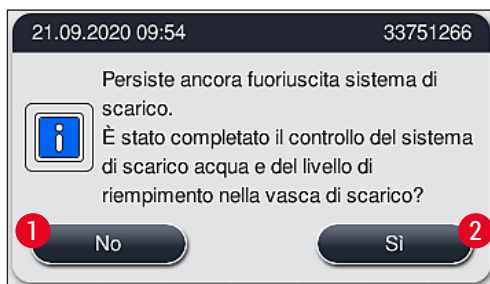

Fig. 124
2. Se, dopo 5 minuti e dopo che sono stati eseguiti ulteriori tentativi di pulizia, l'ostruzione persiste, un messaggio (→ "Fig. 124") sul display informa l'utente che il livello dell'acqua è ancora troppo alto. Se l'utente preme **No** (→ "Fig. 124-1"), può estendere il tempo di attesa di altri 5 minuti, per eseguire ulteriori tentativi di pulizia. Se gli ulteriori tentativi di pulizia eseguiti in questo secondo intervallo di tempo hanno esito positivo, il problema viene risolto come descritto al punto 1. Se è necessario altro tempo per eseguire le misure di pulizia, premere nuovamente **No** (→ "Fig. 124-1"). È possibile rinnovare più volte l'intervallo di attesa. Se non è possibile eliminare l'ostruzione nonostante tutti i tentativi di pulizia, premere **Sì** (→ "Fig. 124-2") per avviare un processo di interruzione controllata, vedere le successive sezioni 3 e 4.